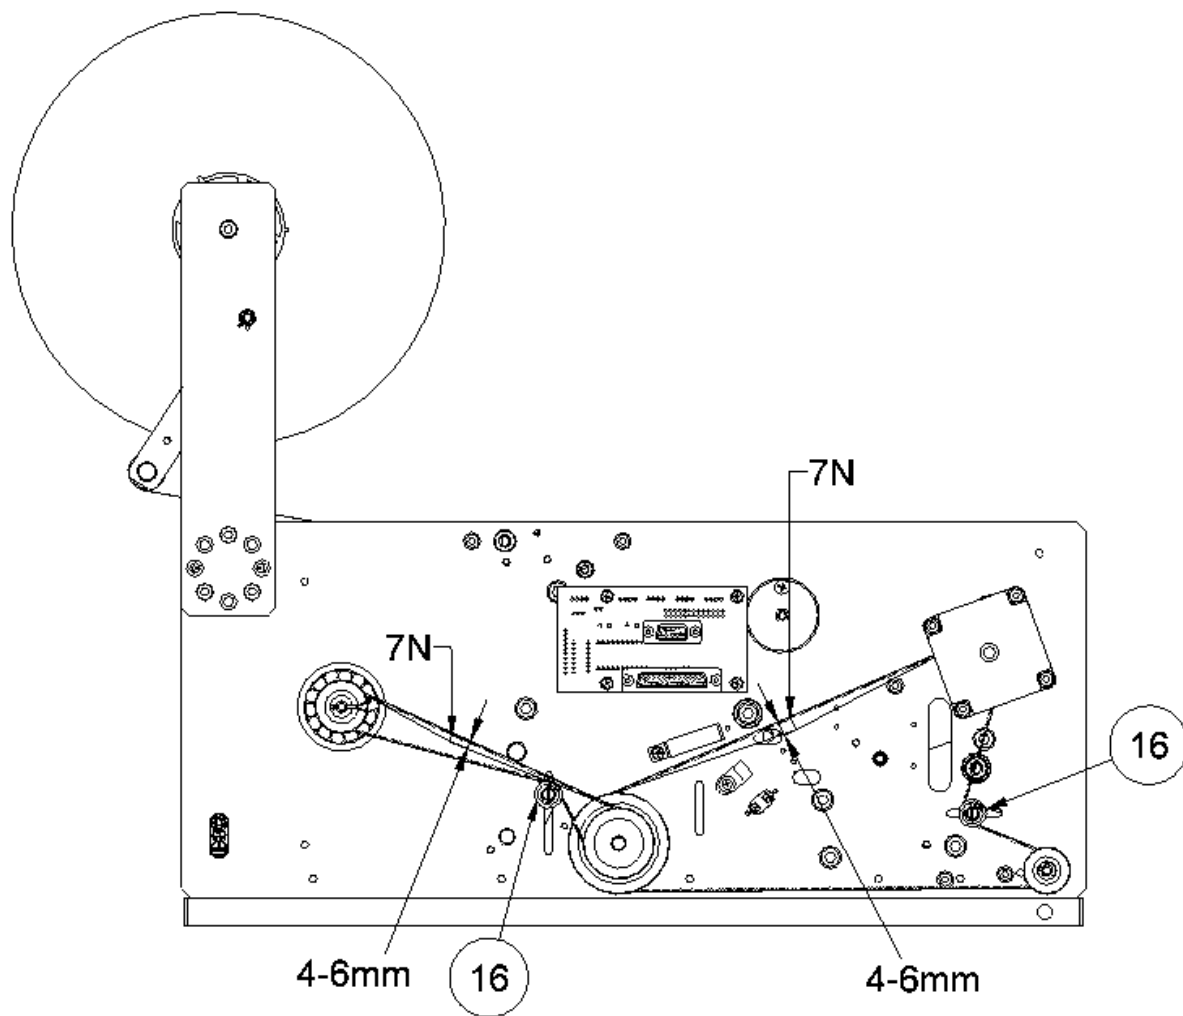

FIGURA 10
11.4. SOSTITUZIONE DELLA CINGHIA DENTATA (Vedere figura 10)